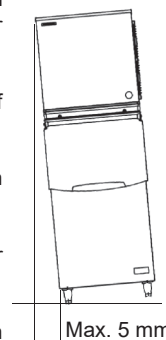

Abb. 2
- \* Abgabeeinheit/Eisaufbewahrungsbehälter in allen vier Richtungen nivellieren. Bei Verwendung eines Eisaufbewahrungsbehälters die Füße des Eisaufbewahrungsbehälters nivellieren. Siehe Abb. 2.